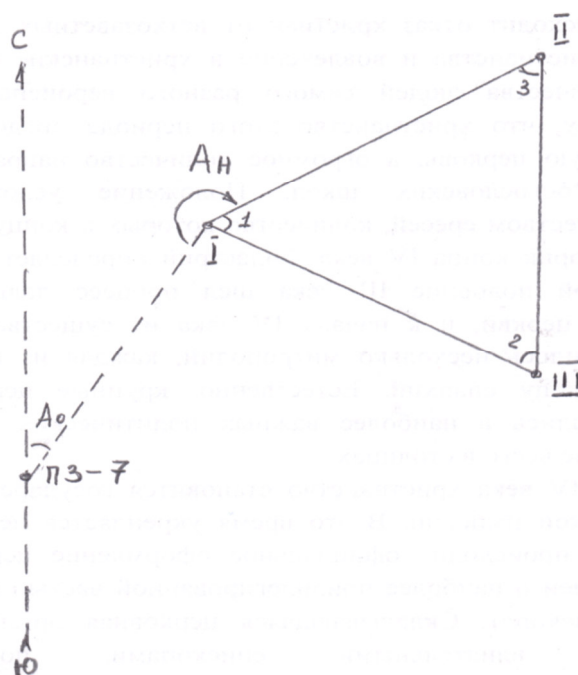

Рис. 1.1. Схема теодолитно-высотного хода съемочного обоснования
2. лента ЛЗ20, теодолит 2Т30) от пункта (знака) полигонометрии ПЗ-7 проложен теодолитно-высотный ход (рис. 1.1).